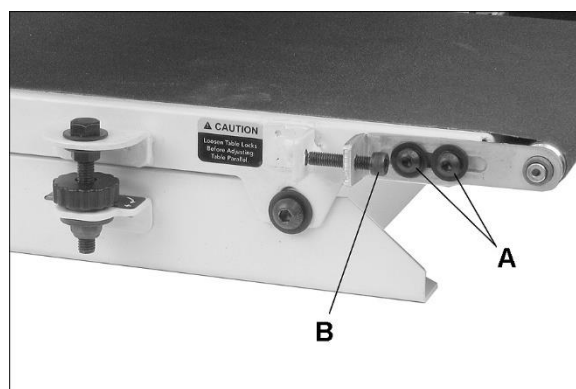

Рисунок 7-2: регулировка натяжения ленты
1. С помощью шестигранного ключа 4 мм слегка ослабьте четыре винта (А, рисунок 7-2) со стороны подачи транспортера (по два винта с каждой стороны).
2. С помощью шестигранного ключа 5 мм поверните винт натяжения (В, рисунок 7-2). Сделайте это с *обеих сторон* транспортера, чтобы получить примерно одинаковое натяжение шлифовальной ленты с обеих сторон.
3. Затяните 4 винта (А, рисунок 7-2).
3. При ее смещении слегка ослабьте два винта (А, рисунок 7-2) и поверните винт натяжения (В, рисунок 7-2) на *одной стороне* транспортера, так чтобы выровнять ленту.
4. После завершения регулировки, затяните два винта (А, рисунок 7-2).